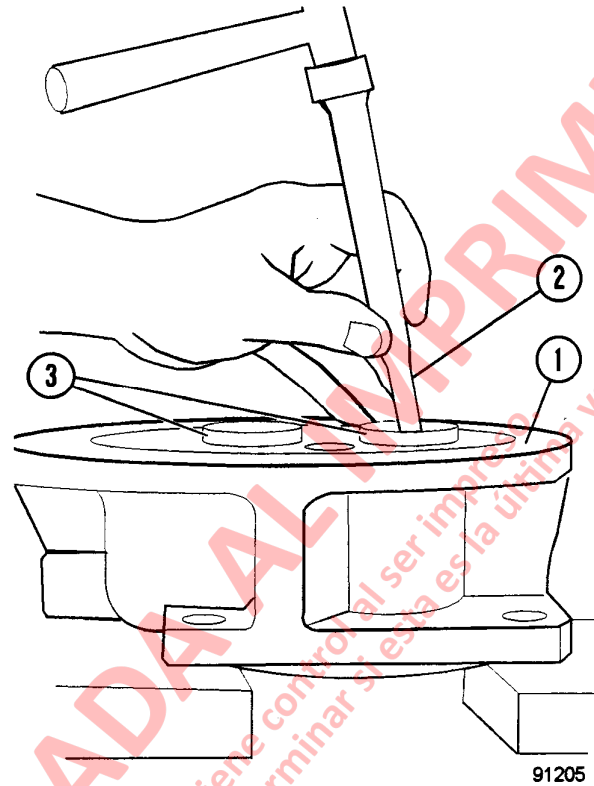

FIGURA 3-8. RETIRO DEL SELLO DEL EJE
- 15. Use un cincel y un martillo y saque el sello del eje exterior de la cavidad de la pestaña. (Consulte la Figura 3-8). Tenga cuidado de no marcar, rayar o dañar la superficie de la cavidad del sello o los rodamientos.